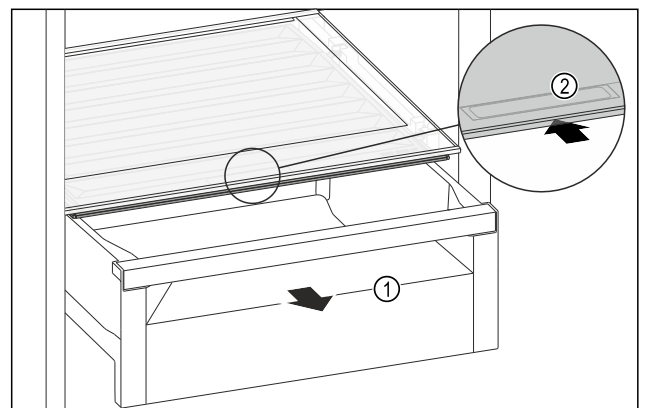

Fig. 138
- Schubfach Fig. 138 (1) herausziehen.
- ▶ Griffmulde Fig. 138 (2) am Fachdeckel anfassen und Fachdeckel gleichzeitig nach hinten schieben.